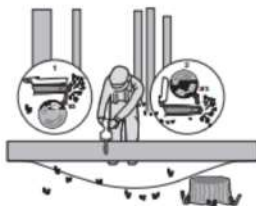

Abb. 4
Wenn der Stamm, wie in Abbildung 4 dargestellt, an einem Ende gestützt wird, schneiden Sie $\frac{1}{3}$ des Durchmessers von der Unterseite (unter dem Bock) (1). Anschließend wird der fertige Schnitt durch Überbiegen (2) an den ersten Schnitt angepasst.